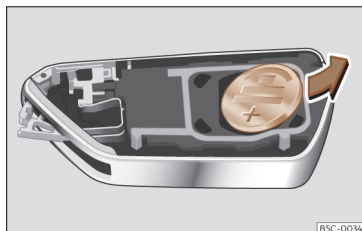

Fig. 71 Chave do veículo: remoção da pilha.
- Extraia a pilha do compartimento com um objeto fino adequado >>> Fig. 71.
- Coloque a pilha nova, pressionando-a no compartimento respetivo >>> ①.